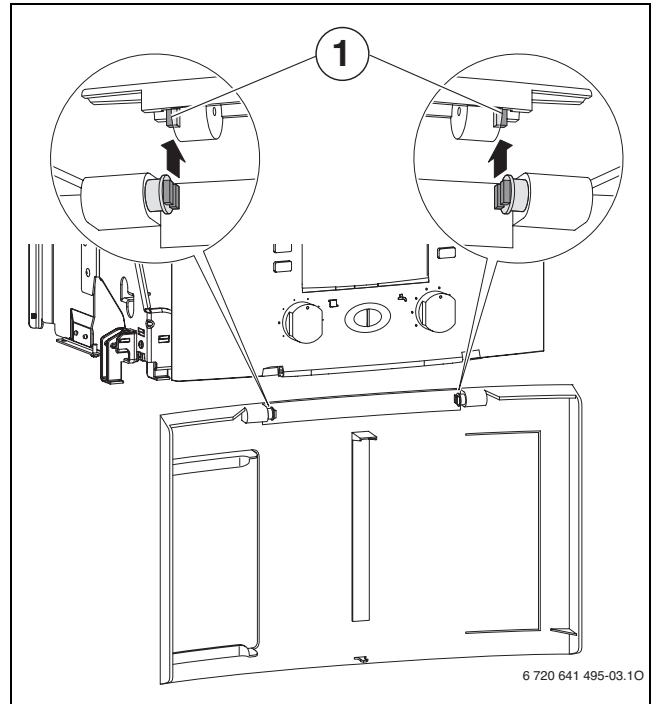

Рис. 12
- ▶ Перевірити напрямок демпфера (1) (→ рис. 12).